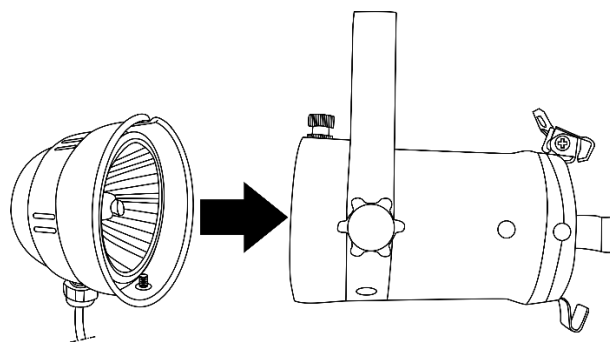

Fig. 06
- 05) Rimontare il coperchio posteriore della lampada (fig. 06). Assicurarsi che la vite situata nella parte inferiore del coperchio posteriore sia inserita nel foro presente nella parte inferiore del coperchio anteriore.